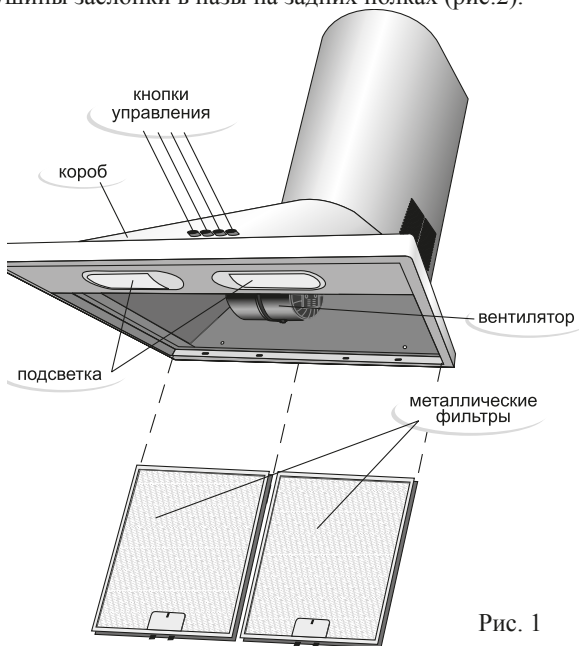
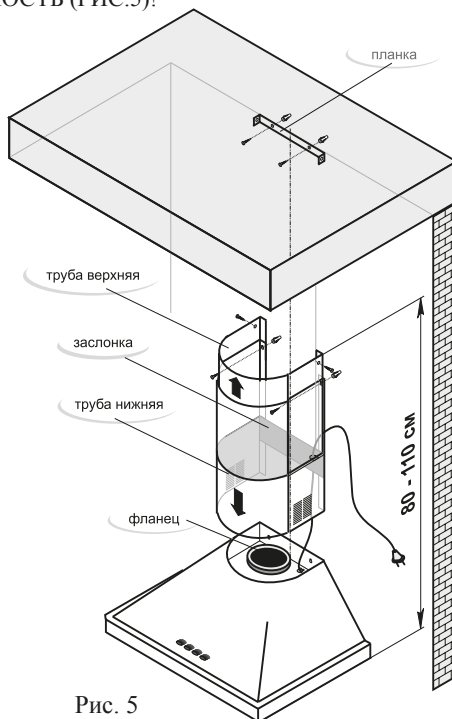

Рис. 1
Рис. 5
- 5.1 Внутри короба воздухоочистителя (рис.1) располагаются вентилятор и узел подсветки. Снизу короб закрывается металлическим фильтром. На передней поверхности короба расположены кнопки управления работой воздухоочистителя. В верхней полости короба воздухоочистителя (рис.5) находится фланец для отвода очищенного воздуха.
ВНИМАНИЕ: МИНИМАЛЬНОЕ РАССТОЯНИЕ МЕЖДУ ПЛОСКОСТЬЮ УСТАНОВКИ ПОСУДЫ НА ПЛИТУ (НАГРЕВАТЕЛЬНОЙ ПОВЕРХНОСТЬЮ) И ВОЗДУХООЧИСТИТЕЛЕМ ДОЛЖНО БЫТЬ 75 см. ВОЗДУХООЧИСТИТЕЛЬ КРЕПИТЬ НА РОВНУЮ ПОВЕРХНОСТЬ (РИС.5)!